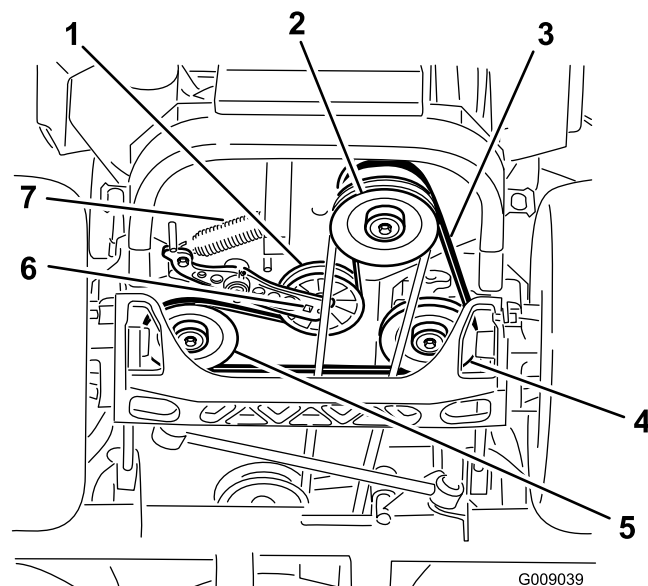

Figura 73
4. Levante la máquina y apóyela sobre soportes fijos (Figura 73).
5. Utilice una llave de carraca en el taladro cuadrado del brazo tensor para retirar el muelle tensor (Figura 73).
6. Desenganche el muelle de la polea tensora del bastidor (Figura 73).
9. Utilizando la llave de carraca en el taladro cuadrado del brazo tensor, instale el muelle tensor en el bastidor (Figura 73).